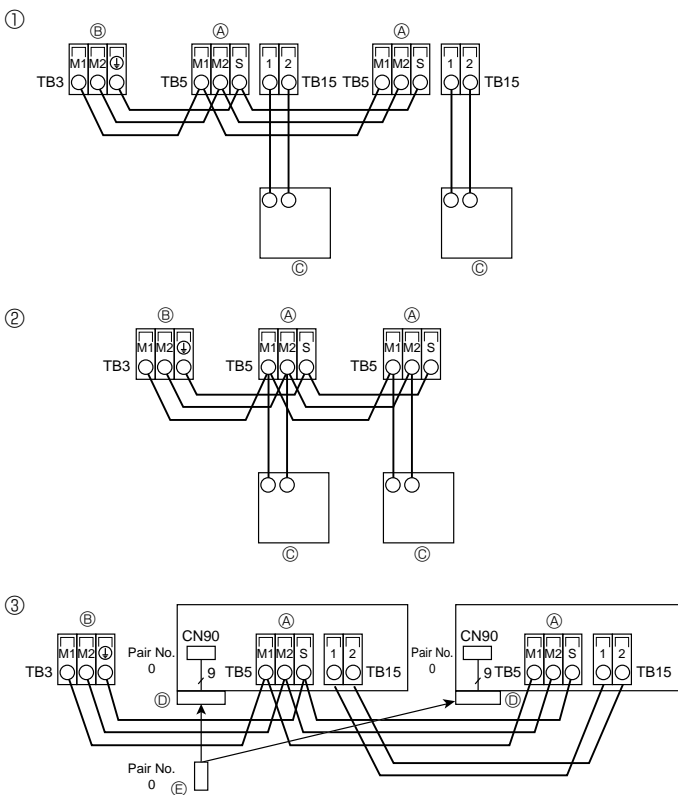

Fig. 6-3
6.4. 接驳遥控器、室内和室外传送电缆 (Fig. 6-3)